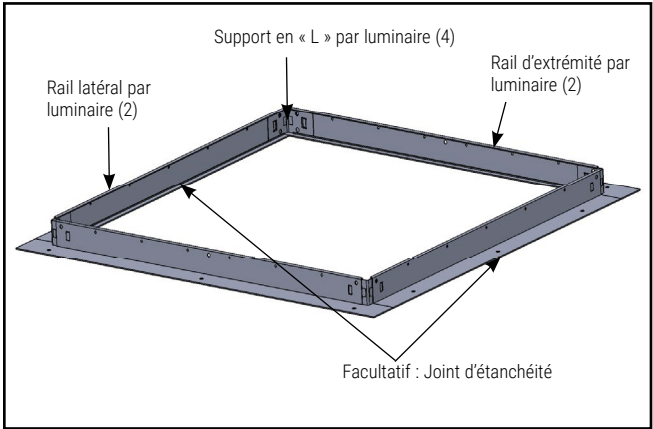

Figure 2.
- 2. Salle blanche : Ajoutez un joint blanc 66025 au bord intérieur du cadre pour le contact au boîtier et au bord extérieur pour le contact au plafond. (Figure 2)